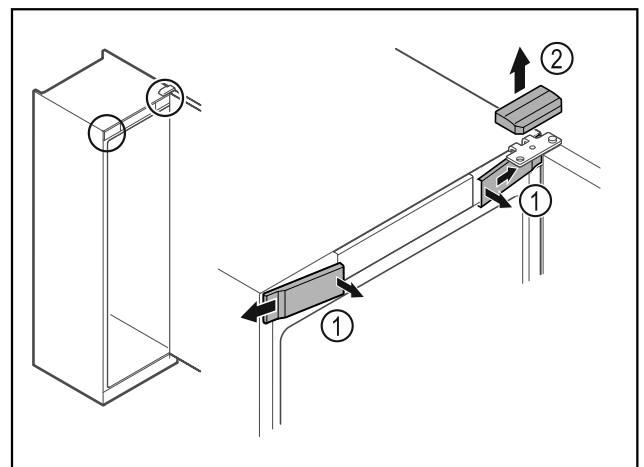

Fig. 11
- ▶ Disinnestare le coperture anteriori Fig. 11 (1) dall'interno ed estrarle lateralmente.
- ▶ Rimuovere la copertura superiore Fig. 11 (2) sollevandola verso l'alto.